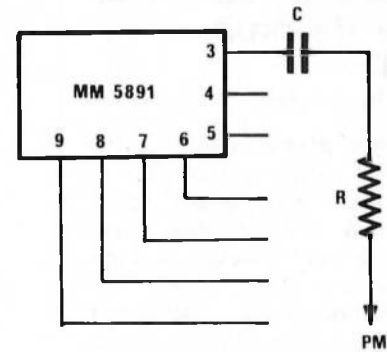

Figure 4
- niveau haut, entre $V_{BB} - 1$ et V_{BB} , donc entre -1 V et 0 V. Réaliser avec les circuits suivants des liaisons directes ou, si nécessaire, des liaisons par circuit RC (voir figure 4).